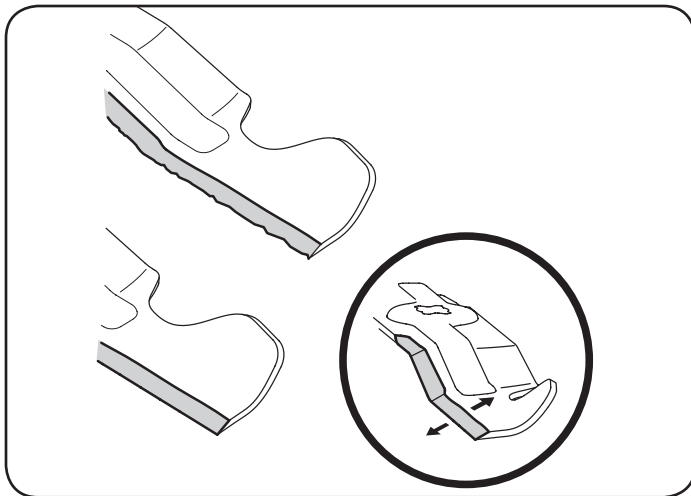

Figura 40
- Para afilar las cuchillas de corte de forma adecuada, extraiga cantidades iguales de metal de ambos extremos de las cuchillas a lo largo de los bordes cortantes, paralelo al borde de caída y a un ángulo de 25° a 30°. Afíle siempre cada borde de las cuchillas de corte de forma pareja para mantener un equilibrio adecuado entre las mismas. Vea la Figura 40.